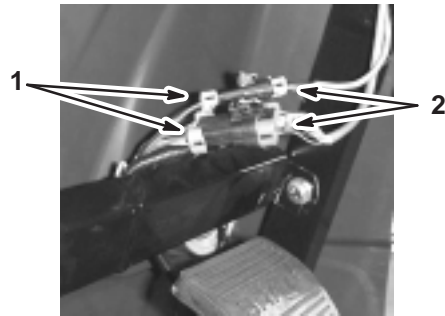

Figure 5
6. Reliez les connecteurs des fils du Spray Pro aux connecteurs des fils situés sous le tableau de bord (Fig. 5).